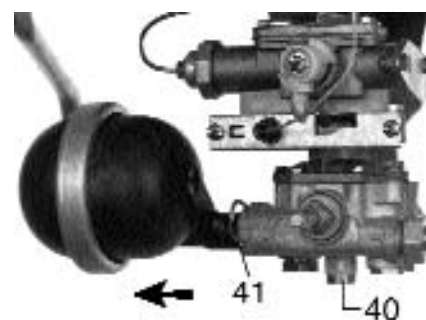

Fig. 5
- Désemboîter le dispositif en tirant dans le sens de la flèche (fig. 5).
**2)** Tournez le bouton "8" dans le sens de la flèche. Le déclic en face du repère « ⚡ » (allumage piézo) provoque l'étincelle d'allumage de la veilleuse (fig. 5).